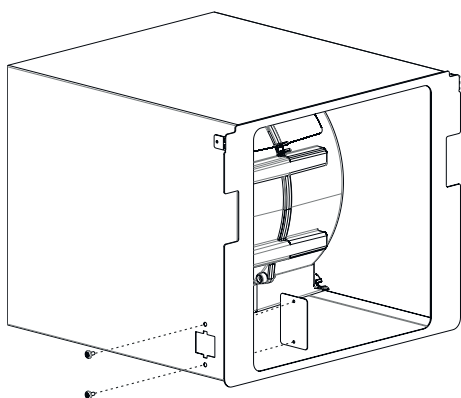

Fig. 13
4. ➔ Ta bort täckplattan på motorkåpan genom att lossa de två 3,5x6,5 skruvarna (Fig. 13).